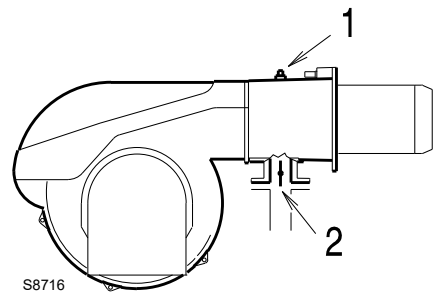

Fig. 24
Presiunea gazului măsurată la ieșirea 1)(Fig. 24), cu
Căderea de presiune a supapei fluture de gaz 2)(Fig. 24) cu deschidere maximă: 90°.
- scădeți presiunea din camera de ardere din presiunea gazului la orificiul 1)(Fig. 24).
Pentru a afla presiunea de gaz necesară la racordul 1)(Fig. 24), setați puterea maximă de modulare la care doriți să funcționeze arzătorul:
- Citiți în dreapta, coloana 1, presiunea la robinetul 1)(Fig. 24).
presiunea necesară la racordul 1)(Fig. 24).